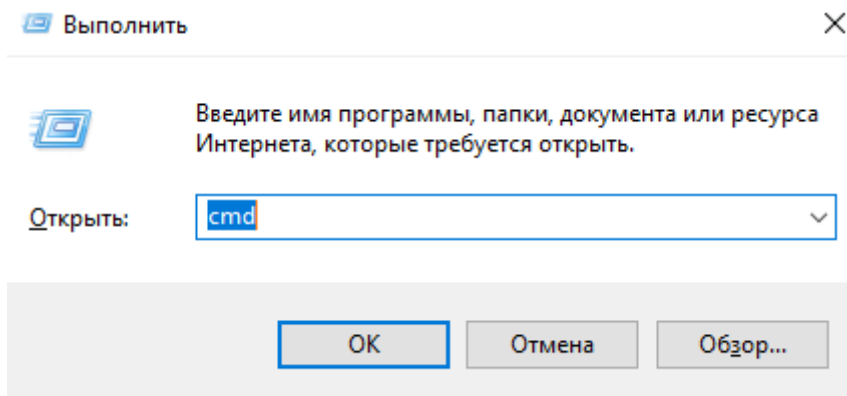

Рисунок 36. Окно «Выполнить»
- нажать «**Windows+R**» и в появившемся окне «**Выполнить**» в поле «**Открыть**», ввести «**cmd**» (см. Рис. 36):